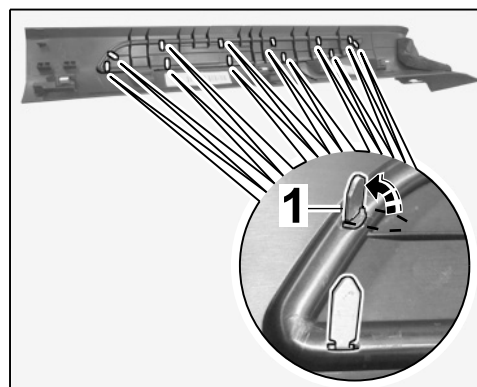

Рис. 19
- 3.1.1 Разогнуть язычки (⇒ Рис. 19 -стрелка-).